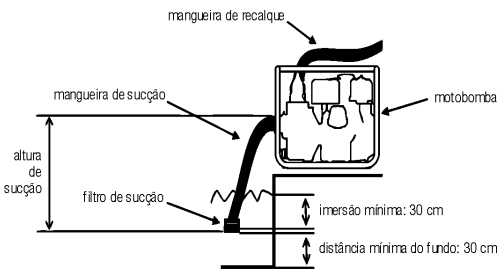

Fig. 2 – Sucção, recalque e elevação total
mesma deve estar o mais próximo possível do nível da água que se deseja remover. Quanto menor a altura de sucção (fig. 2), maior será a vazão da motobomba.
- c. O filtro de sucção deve ser imerso pelo menos 30 cm para evitar a sucção de ar e mantido no mínimo a 30 cm do fundo, evitando a sucção de pedras e outros resíduos (fig. 2).